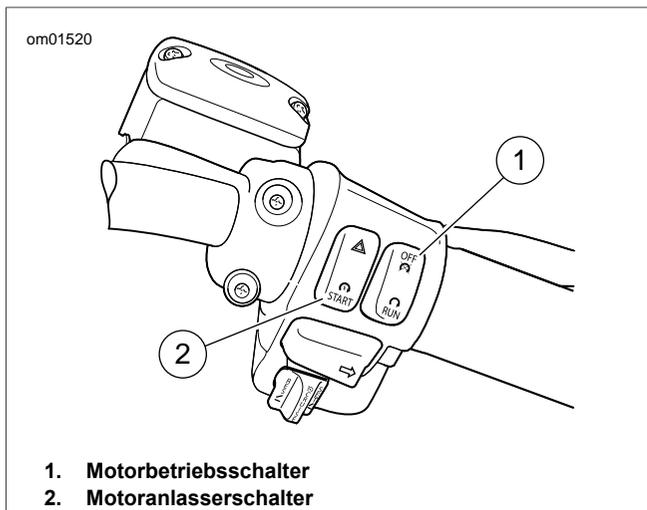

Abbildung 17. Bedienelemente am rechten Lenker
1. Siehe Abbildung 17. In Anwesenheit eines zugewiesenen Sicherheitsschlüsselanhängers den Motorbetriebsschalter EINSCHALTEN.